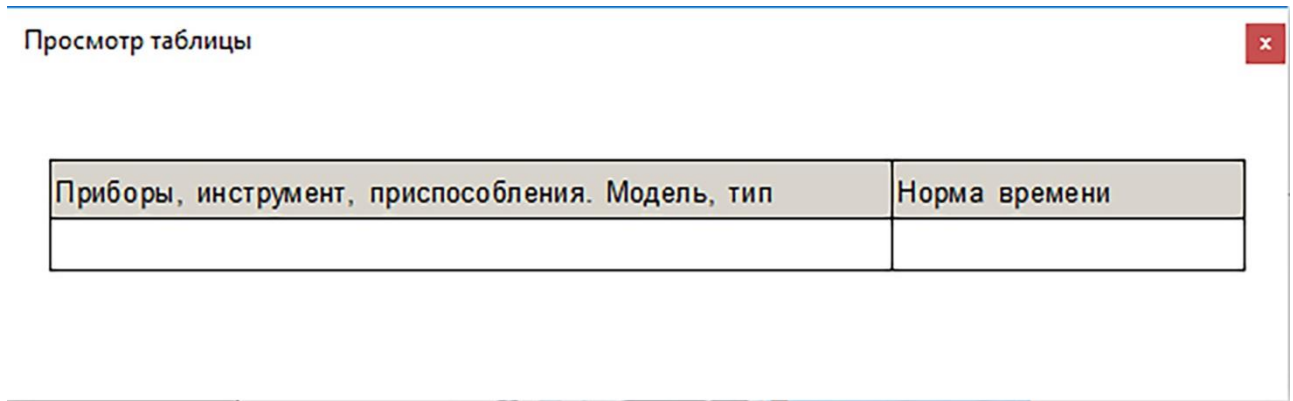

Рисунок 404
- 6) Нажмите на кнопку **Просмотреть**. Ниже окна **Свойства таблицы** появится окно **Просмотр таблицы** (рисунок 404). В нем будет показано, как будет выглядеть создаваемая таблица в модуле данных.